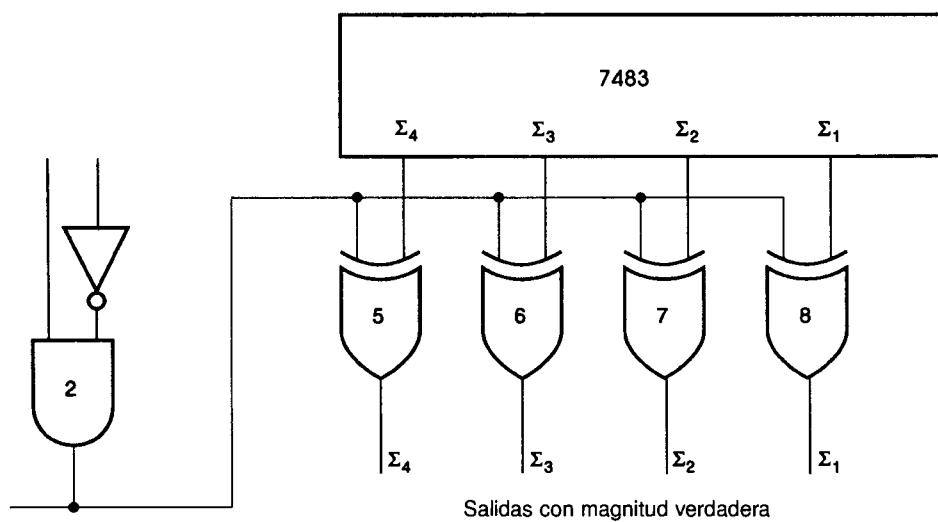
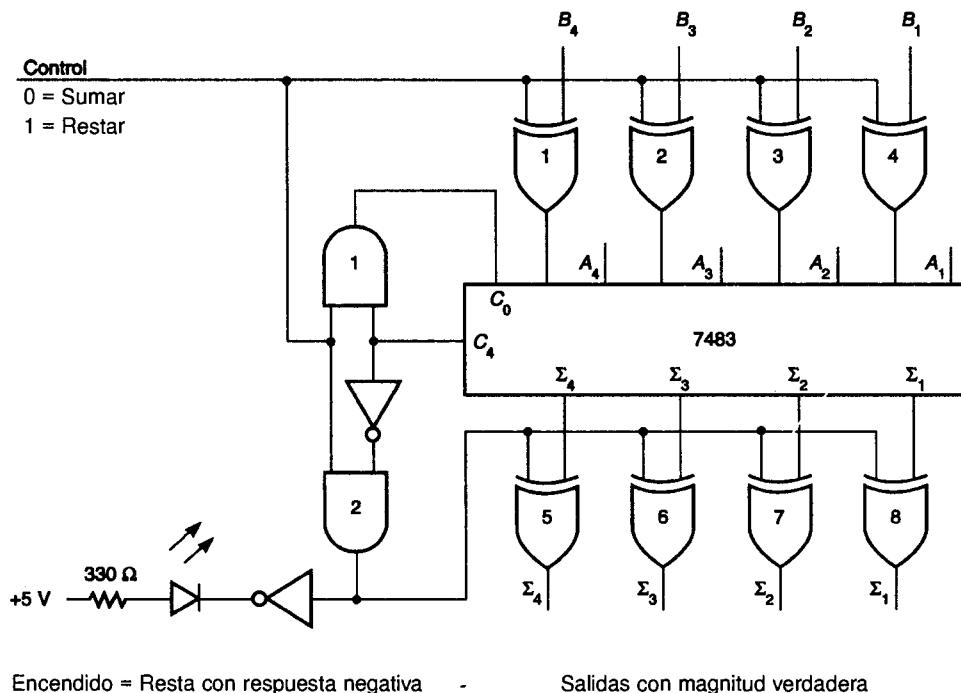

FIGURA 5-22
FIGURA 5-23 Sumador/restador de complemento a uno
La salida de la compuerta AND número 2 puede emplearse para controlar cuatro compuertas OR exclusivo para hacer la inversión (obtener el complemento a uno) cuando la respuesta al problema de resta sea negativa. Véase la figura 5-22. El diagrama completo del circuito aparece en la figura 5-23.
1. Reste utilizando el método del complemento a uno. Siga los niveles lógicos en la figura 5-23. [5]